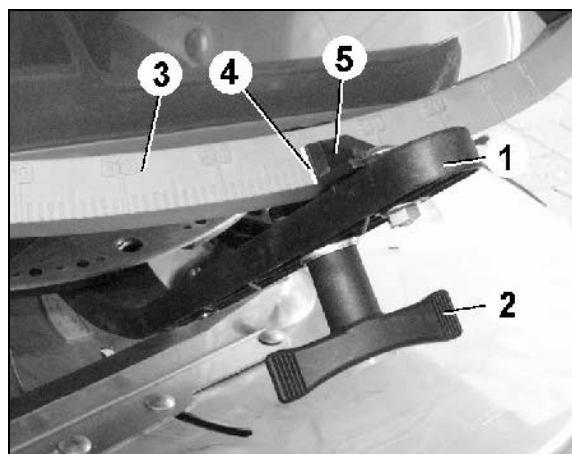

Fig. 45
2. Lossa vingmuttrarna (Fig. 45/2).
3. Ta fram inställningsvärdet ur tabellen (Fig. 45/3).
4. Ställ avläsningskanten (Fig. 45/4) på inställningsspaken (Fig. 45/5) på skalvärdet.
5. Dra åt vingmuttrarna (Fig. 45/2) ordentligt.